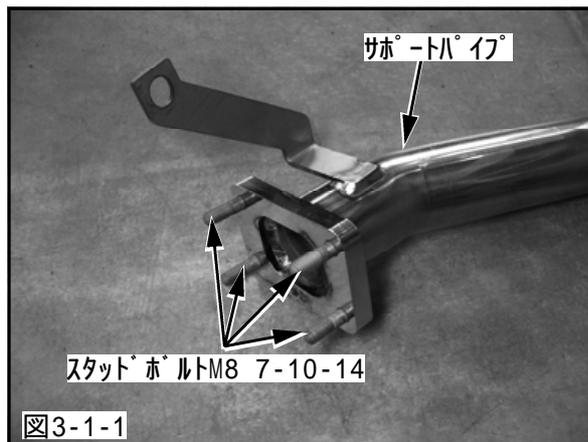

図3-1-1
(1) サポートパイプにスタッドボルトM8 7-10-14を取付けてください。(P2×1, P25×4)(図3-1-1)